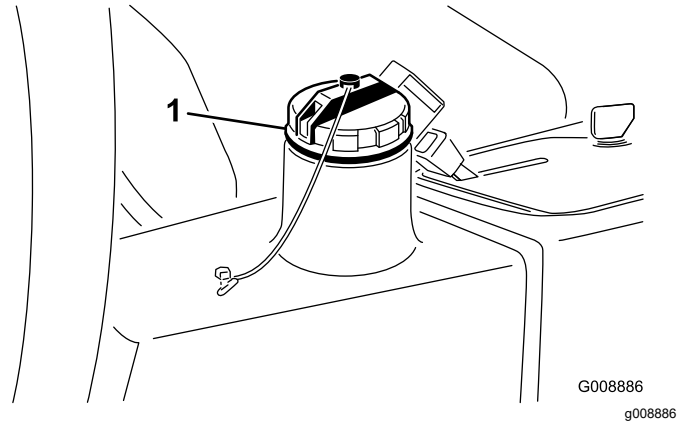

Figure 77
5. Remplissez le réservoir (Figure 77) de liquide hydraulique ; voir Contrôle du niveau de liquide hydraulique (page 53).